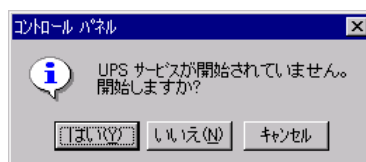

図3
③設定が完了したら「OK」ボタンをクリックすると、図3 の画面になります。